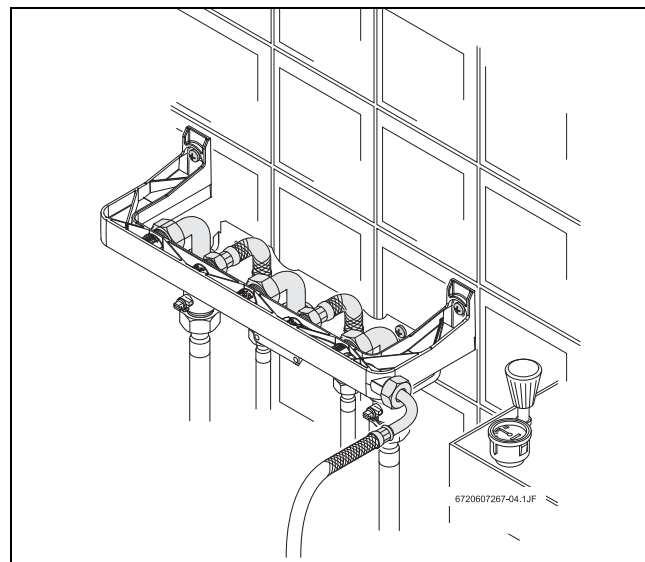

Рис. 20 Проверка на герметичность
- Проверить герметичность соединений (рис. 20).